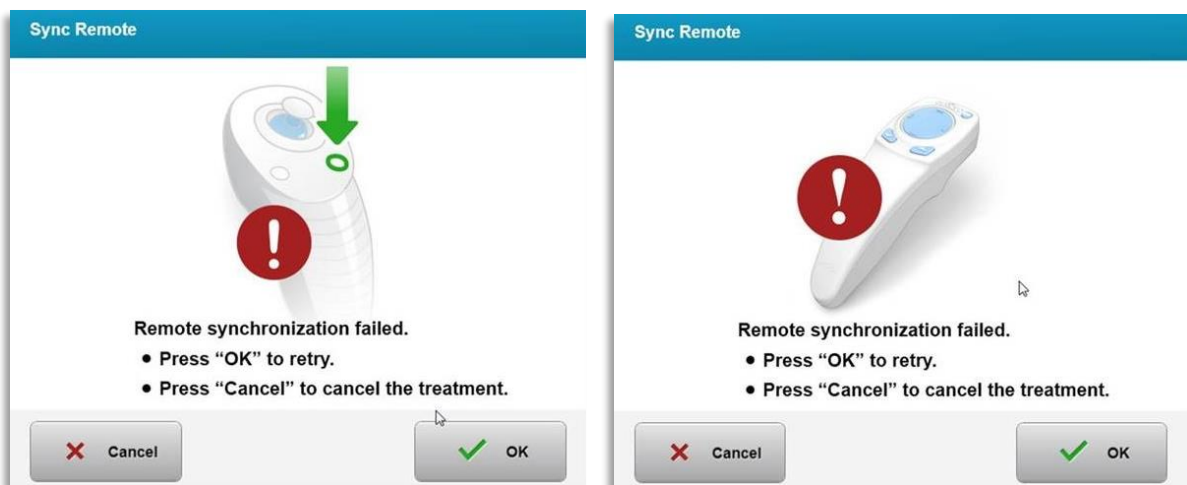

Figura 3-18. Agotado el tiempo del proceso de sincronización
- Si no se presiona el botón de sincronización dentro del plazo de 15 segundos, aparecerá el mensaje "Sincronizar mando de alineación" (Sync Alignment Remote) en la pantalla, tal como se muestra en la figura 3-18.
- Pulse "Aceptar" (OK) para volver a sincronizar el mando a distancia, o elija "Cancelar" (Cancel) para cancelar el tratamiento.